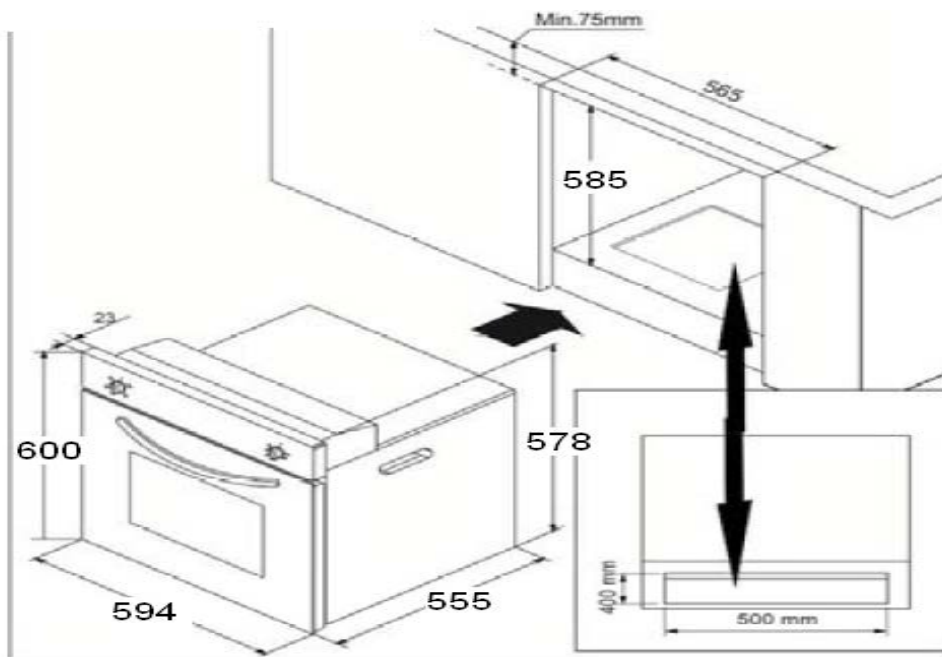

Рис. 2
**Для обеспечения надлежащей вентиляции кухонного блока под встраиваемый духовой шкаф в нижней части кухонного блока требуется заказать у изготовителя мебели или сделать самостоятельно отверстие размером 400x500 мм. (см. рис.2).**